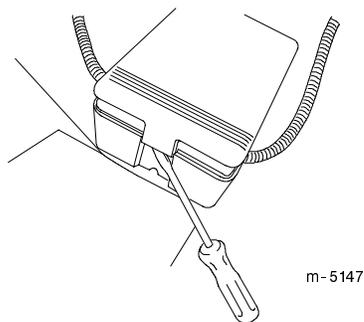

Figure 6
**Remarque :** A l'aide d'un tournevis à lame plate, soulevez le couvercle de la batterie (Fig. 6). Débloquez les deux extrémités du couvercle avant de le déposer pour ne pas l'endommager.